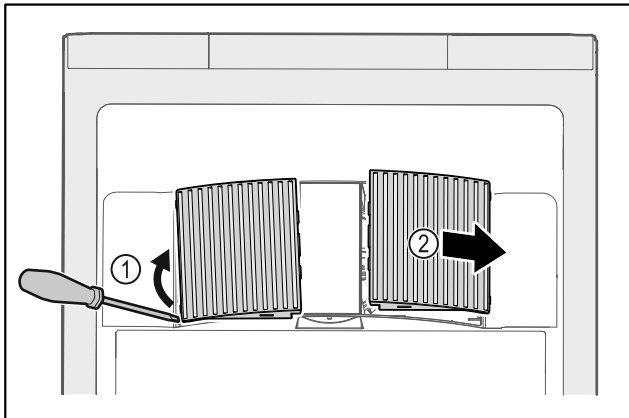

Fig. 200
- ▶ Z boku opatrně vytáhněte ventilátorové kryty Fig. 200 (1) a sejměte je směrem dopředu Fig. 200 (2).